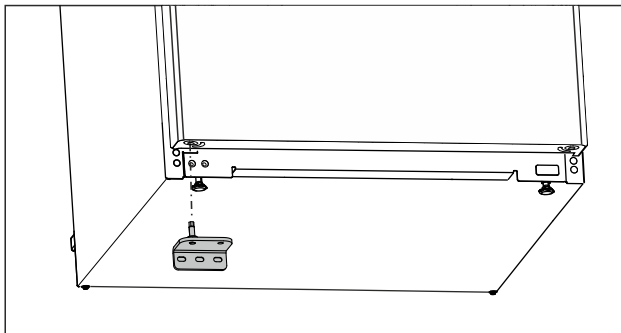

Fig. 25
- Sett inn den nedre lagerbukken på motsatt side. (se Fig. 25)